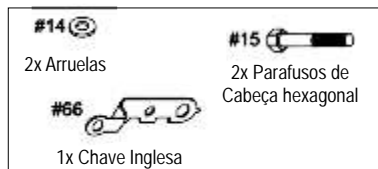

**Figura 1**
Traga a Barra de Apoio Traseira (2) para trás da Estrutura Principal (1) com duas Arruelas (14) e dois Parafusos de Cabeça Hexagonal (15) como mostra a Figura 1.
***Desta vez, aperte todos os parafusos usados no Passo 1 com apenas uma Chave Inglesa (66).***
Traga a Barra de Apoio Frontal (3) para frente da Estrutura Principal (1) com duas Arruelas (14), duas Arruelas de Pressão (68) e Parafusos de Cabeça Hexagonal (15) e Porcas de Mama (16) como mostra a Figura 1.
***Desta vez, aperte todos os parafusos usados no Passo 2 com as duas Chaves Inglesas (66) e (67).***
Insira a Barra para Deslocação (4) nos buracos da Barra de Apoio Frontal (3) com duas Arruelas (65) e Parafusos de Cabeça Arredondada (63) como mostra a Figura 1.
***Desta vez, aperte todos os parafusos usados no Passo 3 com apenas uma Chave Inglesa (66).***